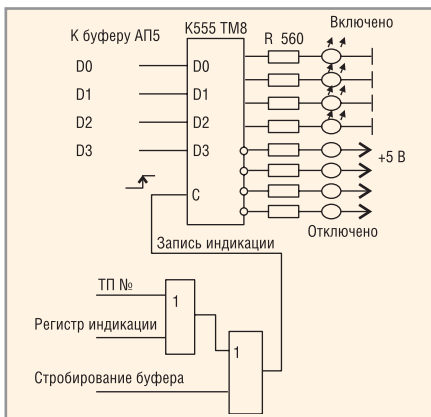

Рис. 7. Блок ДП: узел индикации
- регистров индикации (если нет монитора) – одна плата на четыре объекта (см. рис. 7).